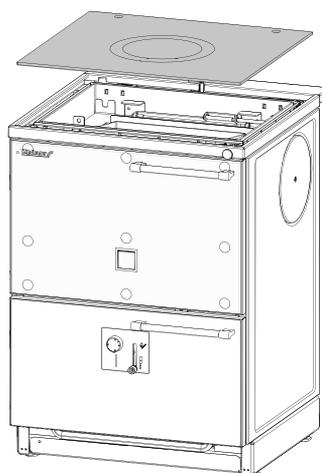

Fig. 36 Posare il piano cottura in vetroceramica
- Posare il piano cottura in vetroceramica sul cordoncino di guarnizione, Fig. 36.